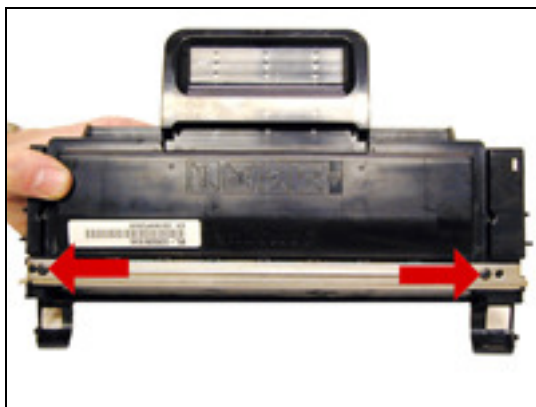

Figura 31
27) Montar nuevamente la cuchilla dosificadora y sus dos tonillos. Ver Figura 31.